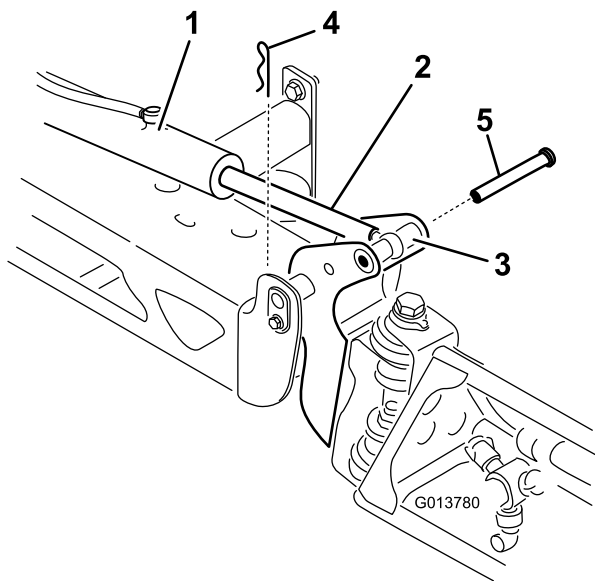

Рисунок 105
- Извлеките шплинт из оси поворота (Рисунок 105).
- Поднимите стрелу, извлеките штифт (Рисунок 105) и медленно опустите стрелу на землю.
- Удерживая стрелу, проденьте штифт сквозь ось поворота стрелы и шток привода (Рисунок 105).